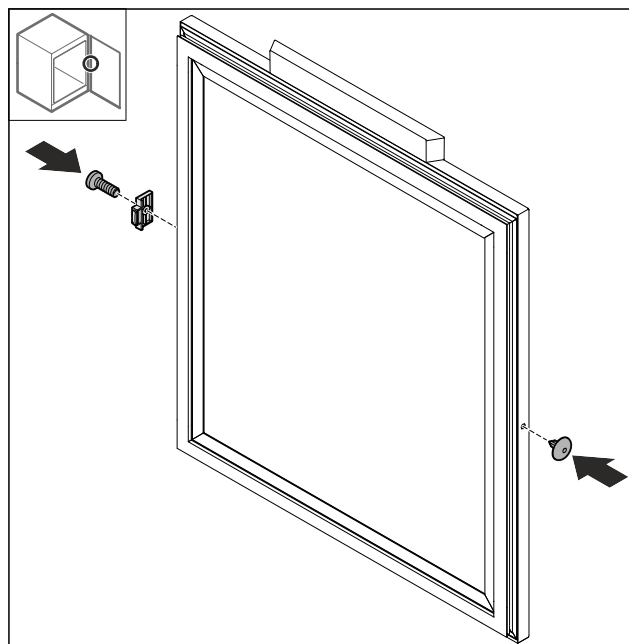

Fig. 48
- Dveřní zarážka otočená Fig. 48 (1) 180° namontujte na protilehlé straně.
- Nasadte kryt Fig. 48 (2) na protilehlé straně.